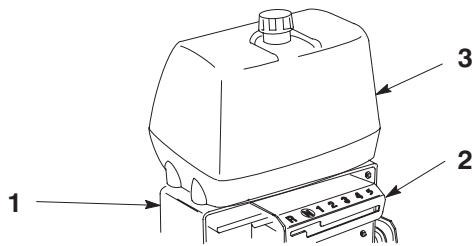

Bild 2
2. Schieben Sie die Schalttafel über den Schalthebel und unter die Unterseite des hinteren Chassis (Bild 2).
3. Richten Sie den Kraftstofftank mit der Oberseite des hinteren Chassis aus (Bild 2).